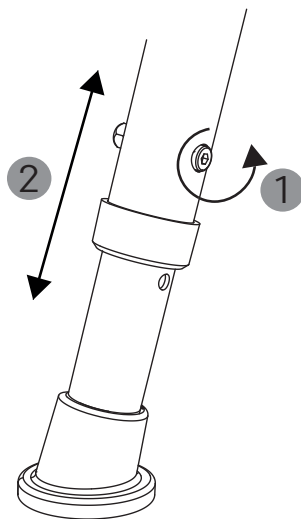

fig. 15
2. Til indstilling af teleskopbenene løsnes, og fjernes skruerne (1, fig. 15).
3. Teleskopbenene kan nu indstilles i den ønskede længde (2, fig. 15), og inder- og yderrøret anbringes, så de dækker hullerne.